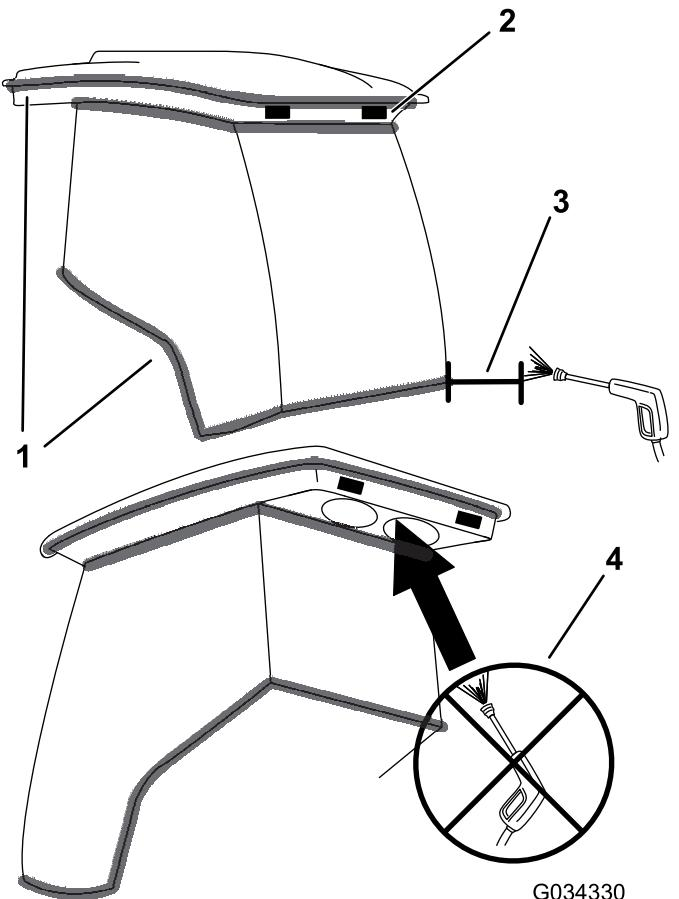

Bild 132
**Wichtig:** Passen Sie in der Nähe von Kabinendichtungen und Lampen auf (Bild 132). Halten Sie bei der Verwendung eines Hochdruckreinigers das Strahlrohr mindestens 0,6 m von der Maschine entfernt. Verwenden Sie keinen Hochdruckreiniger direkt an Kabinendichtungen oder unter dem hinteren Überhang.